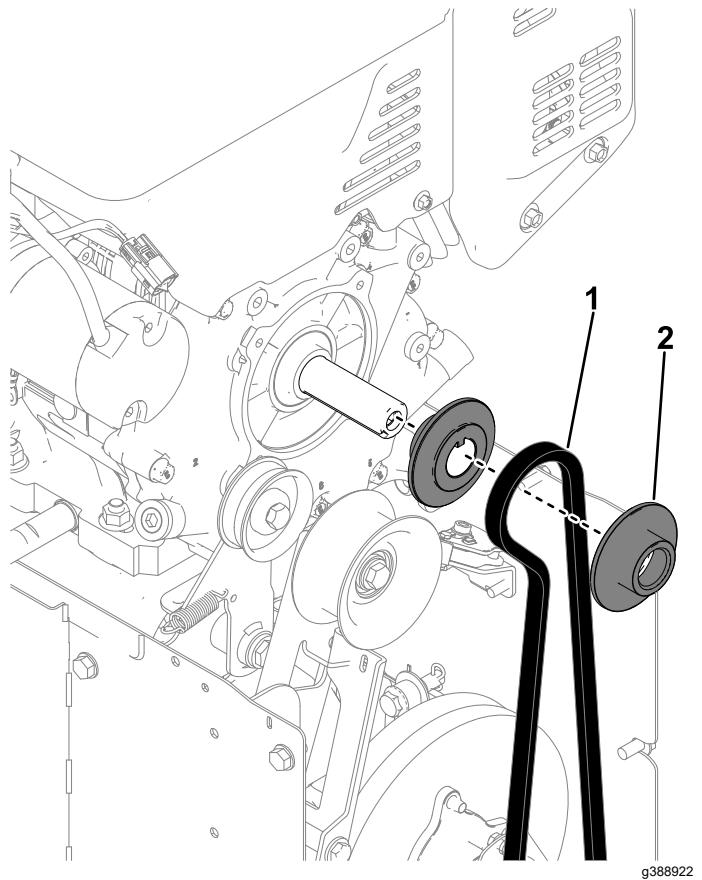

Figure 8
3. Déposez les 2 poulies de traction et la courroie de traction du vilebrequin (Figure 8).